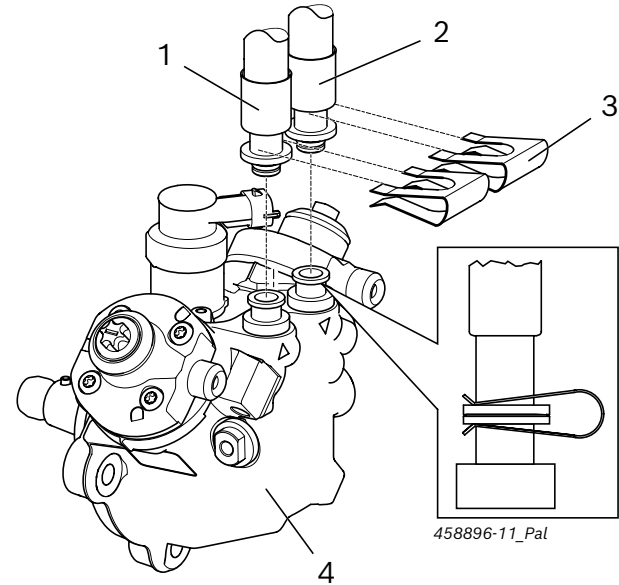

図 3: プラグインシステム付きCP4.2
てください。固定クリップ1 685 200 116 (図3、アイテム3) でホー
1. テストオイルフィード用ホースライン (図3、アイテム1) をCP4の入
2. テストオイルリターン用ホースライン (図3、アイテム2) をCP4の戻
3. CP4の接続部の両方のホースラインを固定クリップ (図3、アイテ